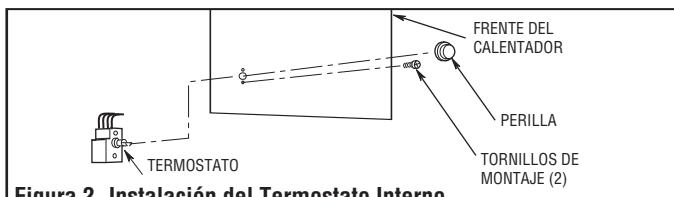

Figura 2. Instalación del Termostato Interno
- Instale el termostato como se muestra en la Figura 2 y enrolle el exceso del tubo capilar adentro del calentador.